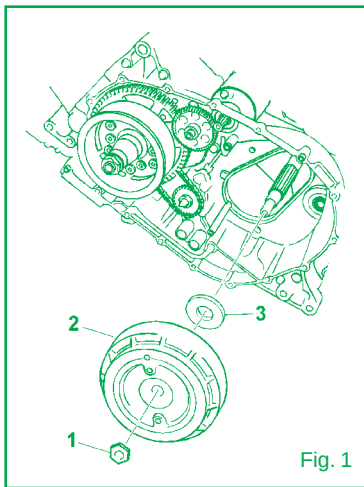

Fig. 1
6. Quitar la tuerca del grupo embrague (**Par de apriete: 65 Nm**) (1).
7. Quitar el grupo embrague (2) prestando atención a la arandela (3) (Fig.1).